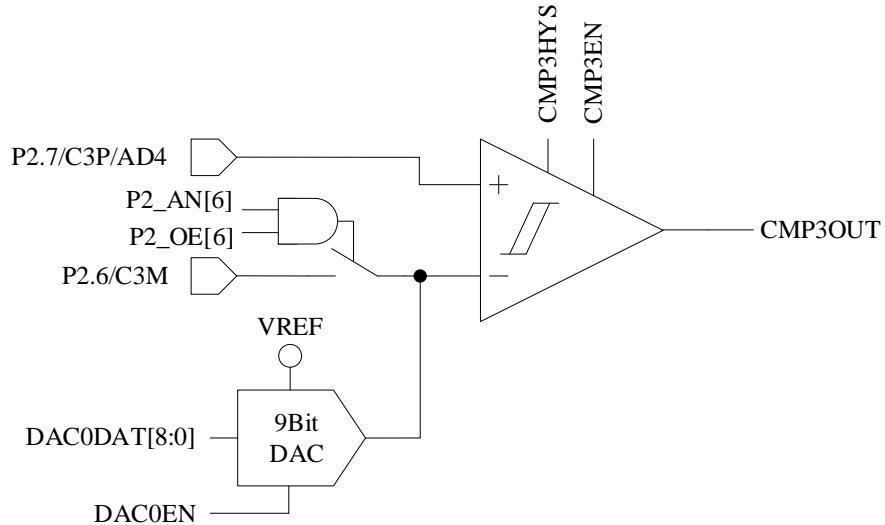

图 27-2 单比较器输入模式
- 配置 $CMP_CR1[CMP3MOD] = 00$, CMP3 为单比较器输入模式，具体输入输出端口及接法如图 27-2 所示